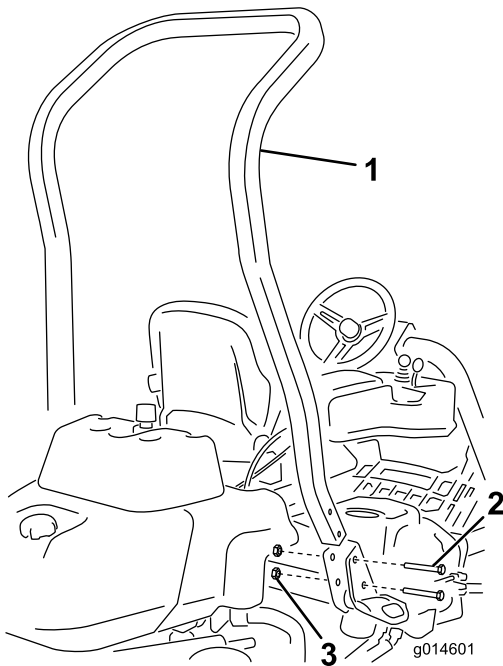

Figura 3
3. Instale a barra nas bolsas de cada lado da máquina, utilizando 4 parafusos (1/2 x 3-3/4 pol.) e 4 porcas flangeadas (1/2 pol.) (Figura 3)